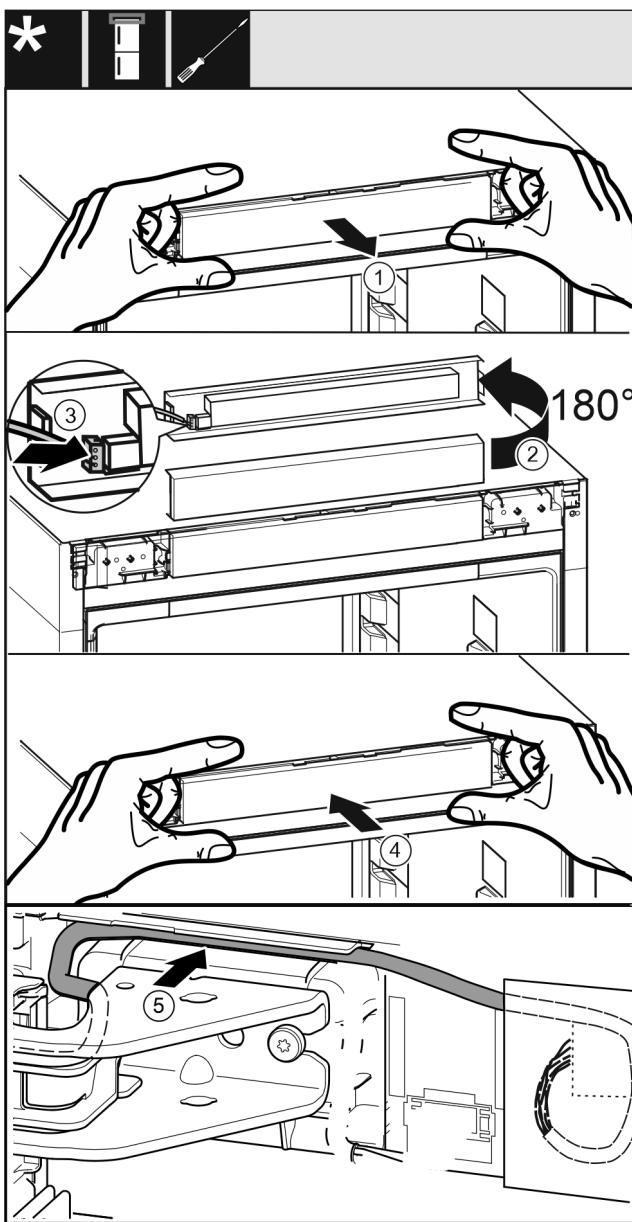

Fig. 31
- Opatrne vytiahnite obslužný kryt. Fig. 31 (1)
- Otočte kryt o 180° nahor. Fig. 31 (2)
- Zaklapnite zástrčku na kryte obslužného dielu. Fig. 31 (3)
- Obslužný kryt znova zaistite na zariadení. Fig. 31 (4)
- Sivý kábel opatrne položte do vedenia nad hornou ložiskovou konzolou. Fig. 31 (5)